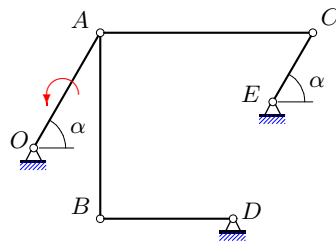

Рис. 103
5. Решаем (2) относительно неизвестных угловых ускорений.
**ПРИМЕР.** Многозвенный механизм приводится в движение кривошипом  $OA$ , вращающимся с угловой скоростью  $\omega_{OA} = 1$  рад/с и угловым ускорением  $\varepsilon_{OA} = 2$  рад/с2 (рис. 103).